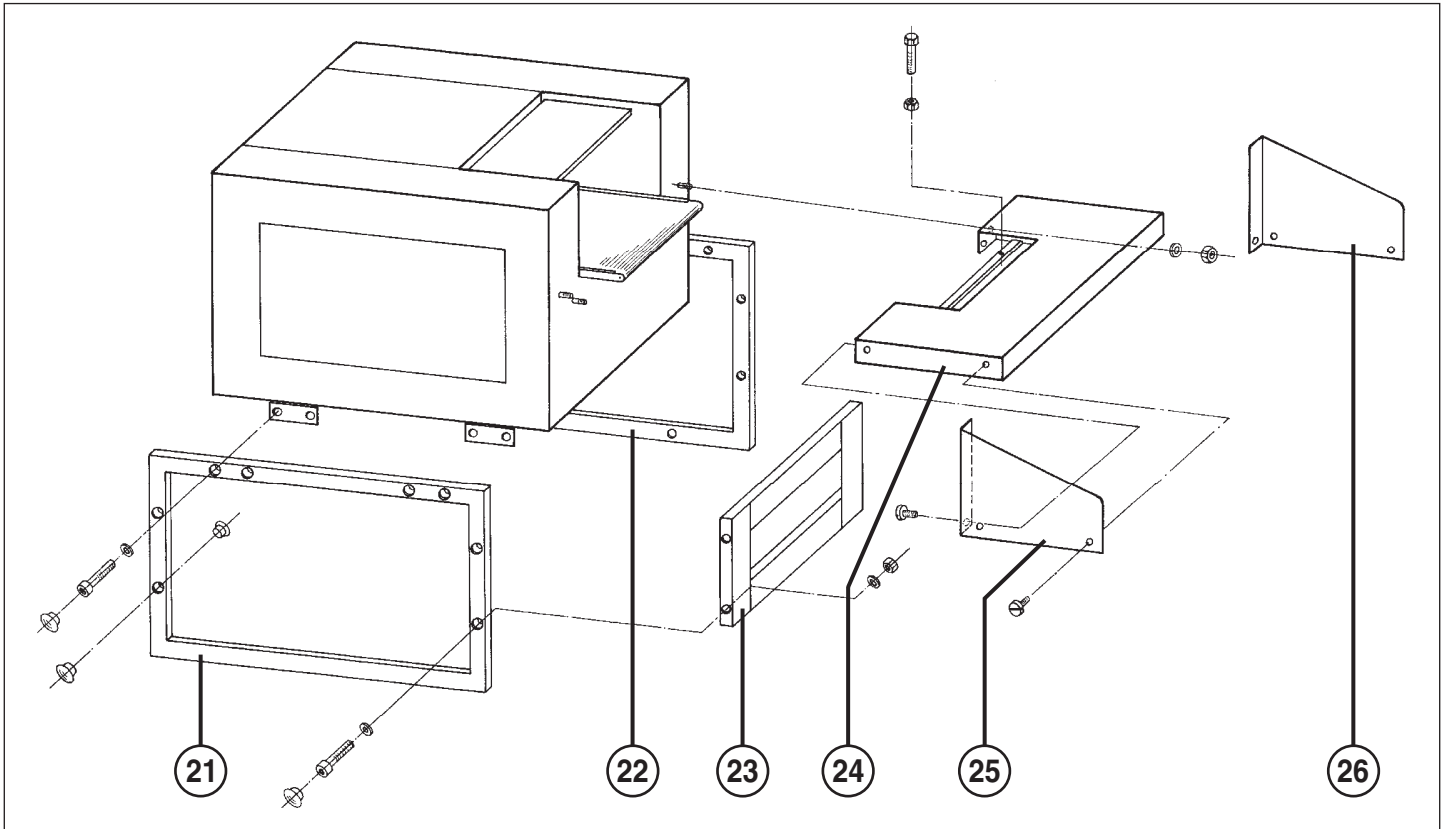

Abb. 1
- 21 = Rahmen links (Abb. 1 und 2)
- 22 = Rahmen rechts (Abb. 1)
- 23 = Zwischenblech (Abb. 1 und 2)
- 24 = Tisch (Abb. 1)
- 25 = Schutzwinkel links (Abb. 1 und 2)
- 26 = Schutzwinkel rechts (Abb. 1)
UNTERGESTELLES (Abb. 1 und 2):
MONTAGE DES TISCHES (24) (Abb. 1):
4. Das Stromkabel der Not-Aus-Leiste (14) durch die Tülle vorne im linken Gehäuse-Seitenteil, sowie durch die Kabelverschraubung unten am Schaltkasten in den Schaltkasten führen und dort die blaue Litze an Klemme 20 und die braune Litze an Klemme 19 anschließen.
MONTAGE DER SCHUTZWINKEL (Abb. 1):